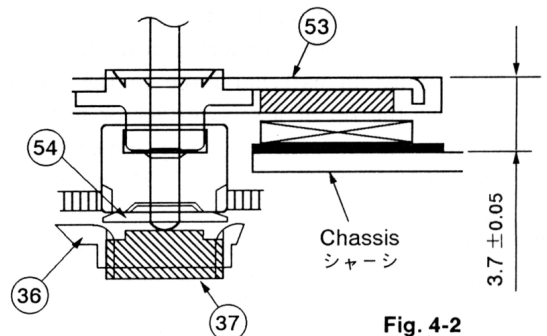

Fig. 4-2
- When removing ⑤④, be careful NOT to widen the inner diameter of it.
- When removing ③⑧, be careful NOT to lengthen the Belt.
- When ⑤③ is not replaced, the ③⑦ Wheel Shaft Retainer (Fig. 4-2) should not be removed. (Refer to Fig. 4-2 for the assembling dimensions)
2. ③⑤ Sensor Block
- ⑤④を外すときに内径をひろげないようにすること。
- ③⑧を外すとき、ベルトを伸ばさないようにすること。
- ③⑦ Wheel軸受け (図4-2) は、⑤③を交換しないときは外さないこと。
- ⑤③を取り付けるときは、シャーシとロータのギャップが3.7 mmになるように③⑦ Wheel軸受けで調整し、ネジロックする。(図4-2参照)